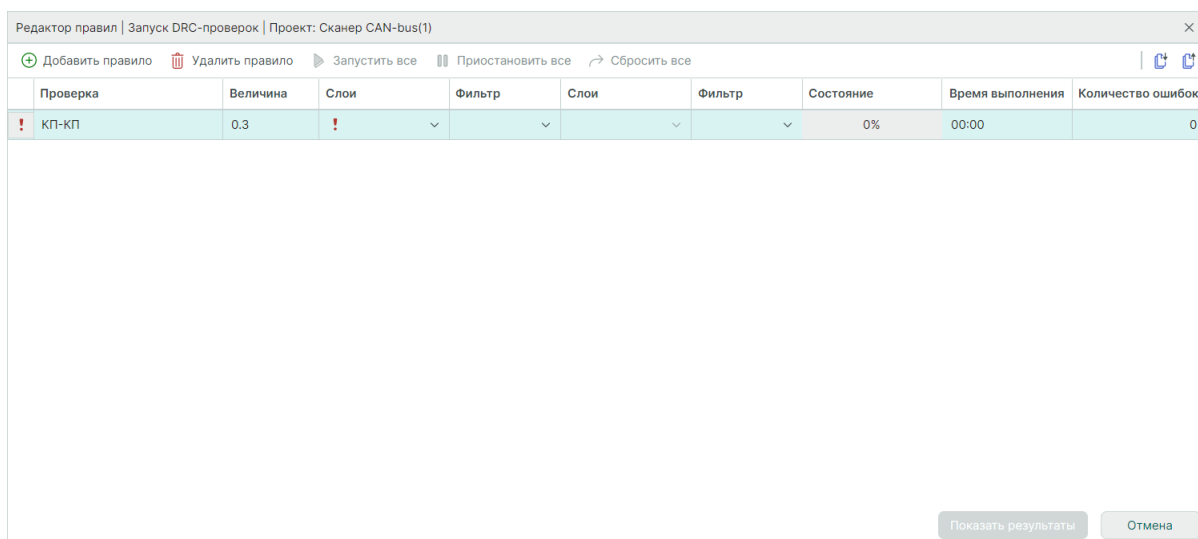

Рис. 444 Отображение правила
2. После выбора правило отобразится в окне «Редактор правил». Пример отображения добавленного правила «КП-КП» представлен на Рис. 444.